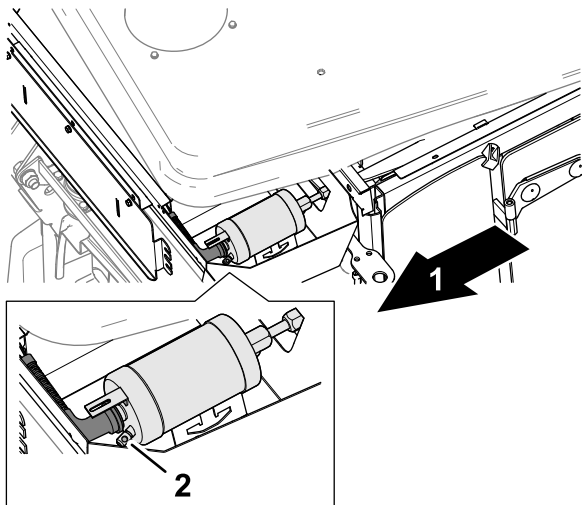

Figura 33
4. Mueva el techo lo suficiente para acceder al depósito del filtro de recogida (Figura 33).
5. En el techo, observe la mirilla del nivel de refrigerante del depósito del filtro de recogida (Figura 33). Póngase en contacto con su distribuidor Toro autorizado para obtener asistencia si ve burbujas con frecuencia a través de la mirilla y no de forma ocasional.